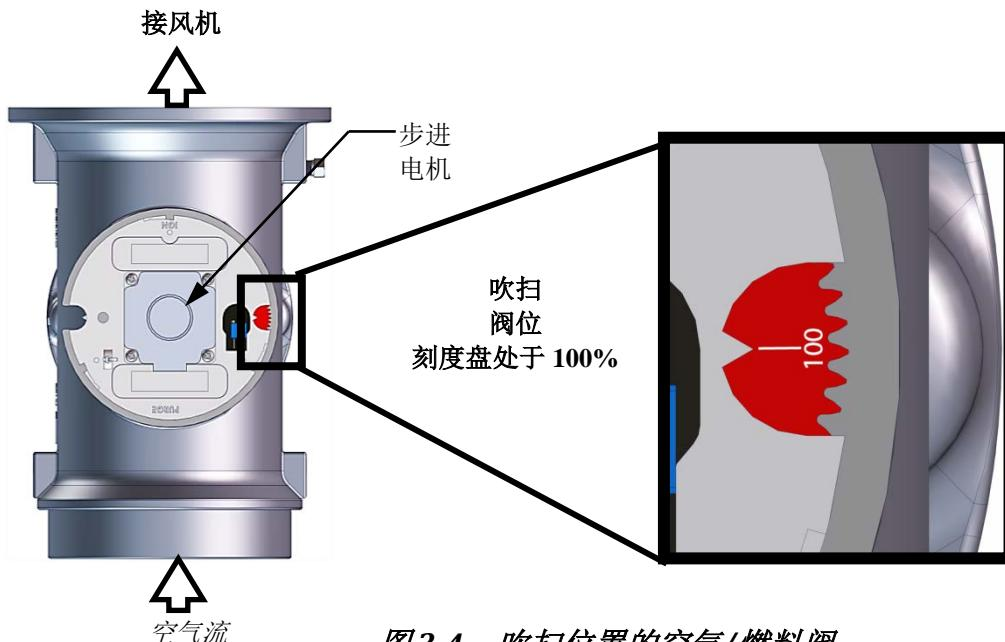

图3-4：吹扫位置的空气/燃料阀
- b. 空气/燃料阀将旋转到全开吹扫位置，并且关闭吹扫位置开关。空气/燃料阀（图 3-4）的刻度盘将显示 **100**，表示它已全开 (100%)。